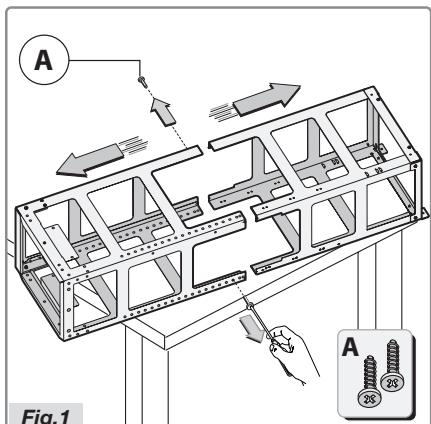

Fig. 1
- Retirez le châssis et dévissez les deux vis A pour séparer la partie supérieure de la partie inférieure (Fig.1).